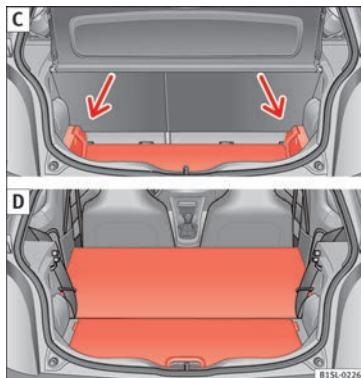

Fig. 72 C: ampliare il bagagliaio verso il basso. D: ampliare anteriormente il vano bagagli.
- Sollevare il piano del bagagliaio e spingerlo verso il basso nella guida » **fig. 72** C (frece).